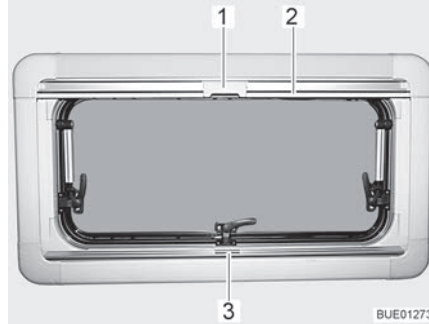
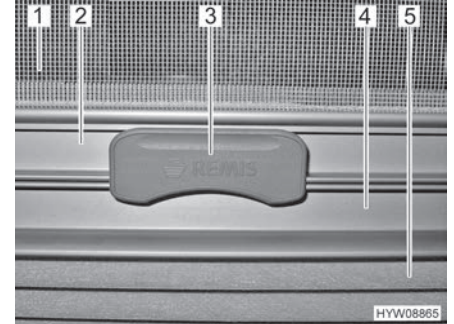

Bild 65 Ausstellfenster
Bild 66 Raste
Die Faltverdunklung (Bild 66,5) befindet sich im unteren Rollokasten.
- Faltverdunklung in der Mitte der Griffleiste (Bild 65,3 und Bild 66,4) fassen, von unten nach oben ziehen und auf der gewünschten Höhe loslassen. Die Faltverdunklung bleibt in dieser Höhe stehen.
Das Insektenschutzrollo (Bild 66,1) befindet sich im oberen Rollokasten.
- Insektenschutzrollo an der Griffleiste (Bild 65,2 und Bild 66,2) nach unten ziehen, bis es an der Griffleiste der Faltverdunklung (Bild 66,4) anstößt.
- Raste (Bild 65,1 und Bild 66,3) am Insektenschutzrollo mit der Griffleiste der Faltverdunklung verriegeln. Wenn die Raste verriegelt ist, können Faltverdunklung und Insektenschutzrollo gemeinsam verstellt werden.
- Raste (Bild 66,3) am Insektenschutzrollo oben drücken.
- Insektenschutzrollo an der Griffleiste (Bild 65,2) langsam zurückführen.